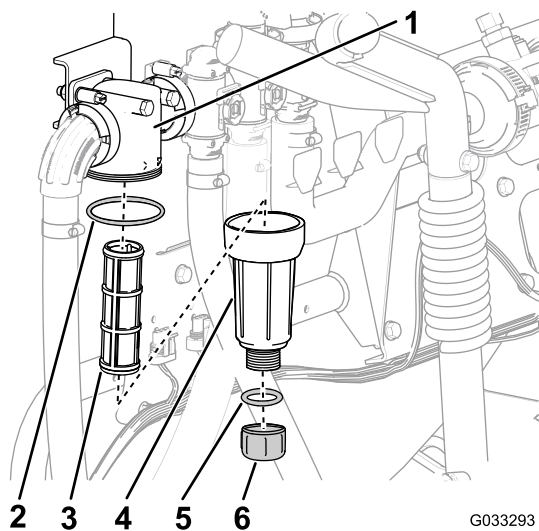

图30
2. 在压力式滤清器下放置一个排放盘（图30）。
3. 逆时针旋转排油盖，然后将其从压力式滤清器的油碗中取出（图30）。
4. 逆时针旋转油碗，然后拆下滤清器头（图30）。
5. 拆下压力式滤清器的滤芯（图30）。
7. 检查排油塞的垫片（在油碗内侧）和油碗的垫片（在滤清器头内侧）是否有磨损和损坏（图30）。
8. 将压力式滤清器滤芯安装到滤清器头中（图30）。
9. 将油碗安装到滤头上，并用手紧固（图30）。
10. 将排油盖安装到油碗底部的接头上，然后用手拧紧排油盖（图30）。